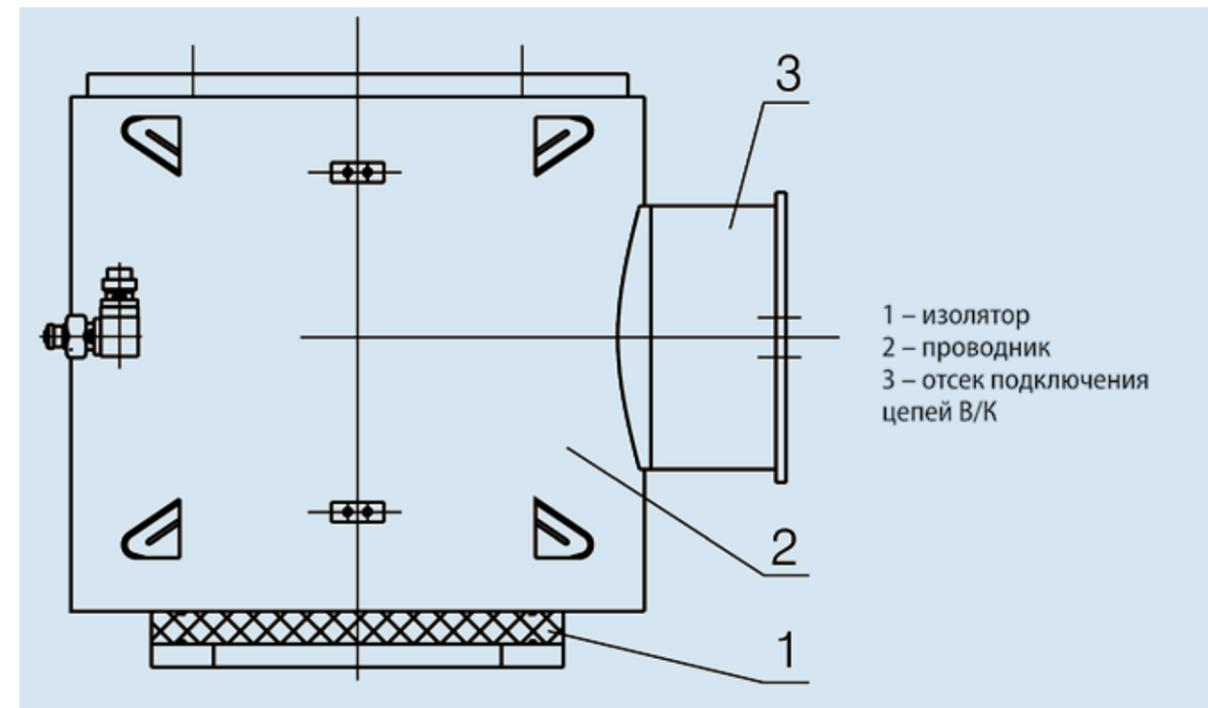

Рис. 3.8 Трехфазный трансформатор напряжения
3.5 Трансформатор напряжения (см. рис. 3.8)